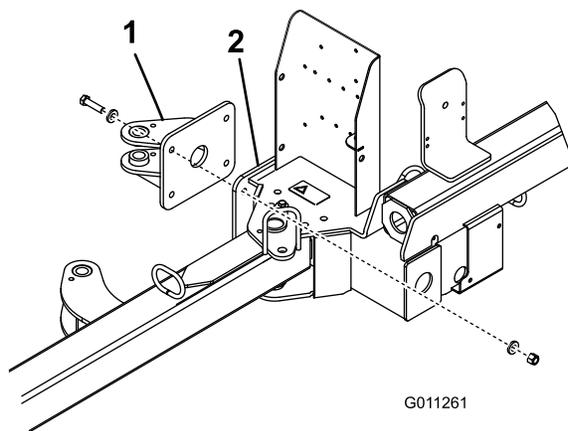

图5
1. 用 4 个螺栓（1/2 x 2 英寸）、8 个扁平垫圈（.531 x .063）和 4 个锁紧螺母（1/2 英寸）将后提升器凸耳固定到清扫车机架上。如 图5 所示，固定各组件的位置。